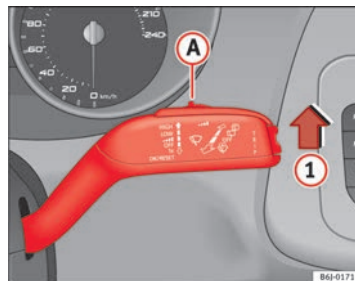

Fig. 64 Palanca del limpiaparabrisas
- Mueva la palanca del limpiaparabrisas hasta la posición **1** ⇒ fig. 64.